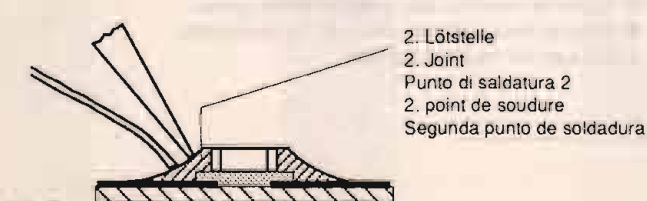

Fig. 5
5. Schritt: Freie Seite löten. Nach dem Erkalten die erste Lötstelle nochmals nachlöten (Fig. 5).
5. step: Solder the free end of the CHIP and resolder the first soldering point after it has cooled (Fig. 5).
5. Effectuer la même opération pour l'autre côté. Terminer la première soudure (Fig. 5).
5. Saldare la superficie di contatto libera e, dopo che questa si è raffreddata, saldare nuovamente la superficie opposta (Fig. 5).
- Quinto paso: Soldar la parte libre y, después enfriarse, soldar también la parte opuesta (Fig. 5).